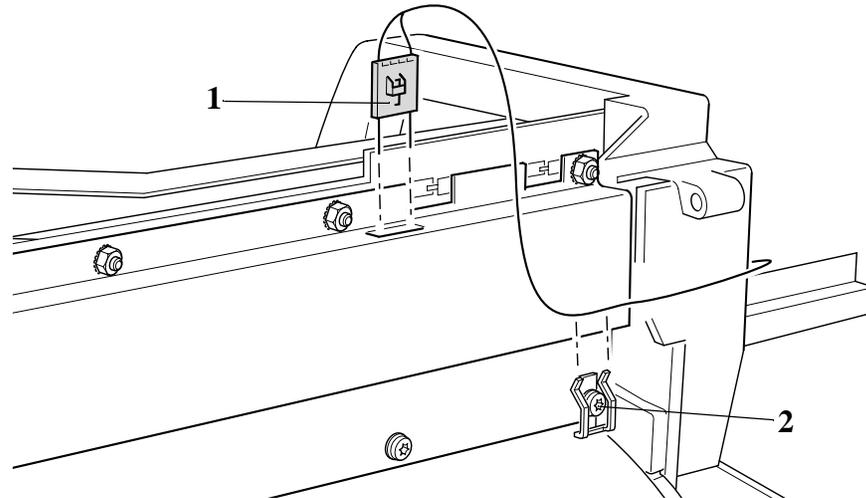

Figura 65: “Leak Detector Cable”
5. Quite el tornillo y el “clip” (item 2) de la parte posterior de la Impresora y desconecte el “Ink Leak Detector Cable Connector” (item 1) como se indica en la Figura 65. Ahora podrá quitar totalmente el “Ink Detector Cable”